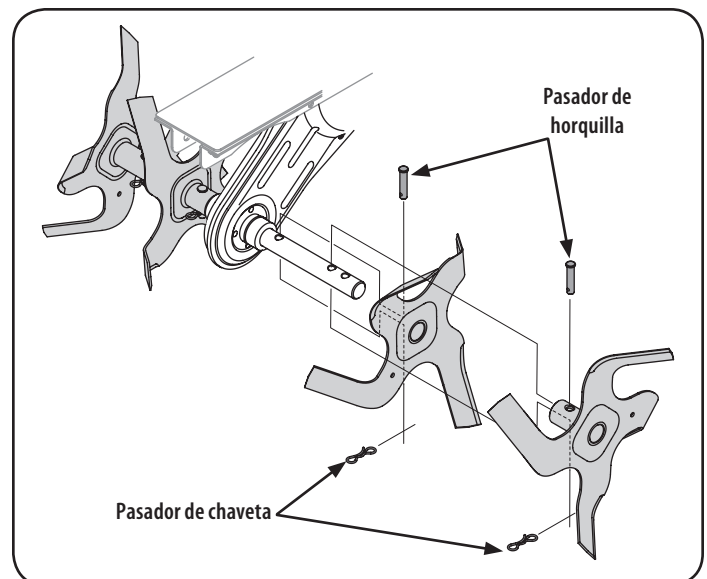

Figura 29
2. Para retirar un conjunto de dientes, simplemente saque el pasador de chaveta asegurando el pasador de horquilla para cada diente. Vea la Figura 29.